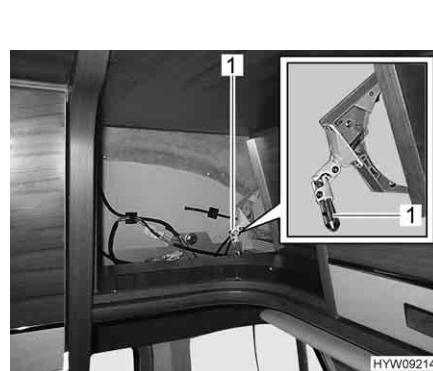

Fig. 71 Esercizio di emergenza (oscurante a rullo) (armadietto pensile anteriore)
- Orientare verso il basso il perno della tiranteria del funzionamento di emergenza (Fig. 69,1 o Fig. 71,1).
- Inserire la manovella fornita nel perno (Fig. 70,1 o Fig. 71,1).